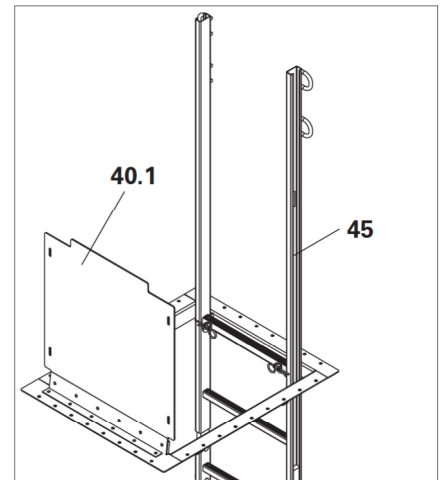

Fig. B4.05
2. Con la gru, sollevare la scala preassemblata (**43 + 45**) sulla botola (**40**), quindi abbassarla in modo che il piolo più alto della scala si inserisca nel profilo a U della botola. (Fig. B4.05)